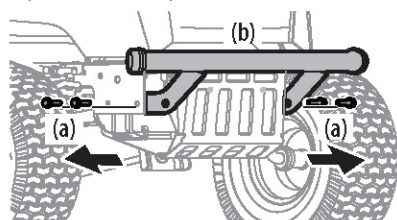

Figure 56
1. Retirez les quatre vis hexagonales (a) qui maintiennent le pare-chocs avant en place. Voir Figure 56.